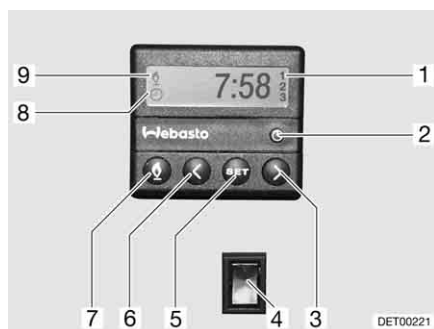

Fig. 92 Centralina di controllo per riscaldamento fisso
- Premere il tasto (Fig. 92,7). Il funzionamento del riscaldamento viene indicato con il simbolo (Fig. 92,9). La ventola viene inserita solo quando la temperatura dell'acqua di raffreddamento è pari a 30 °C.
- Premere il tasto (Fig. 92,7). Il simbolo (Fig. 92,9) si spegne.
- Premere l'interruttore (Fig. 92,4) in basso. Il motore viene preriscaldato. La ventola viene inserita immediatamente.
- Premere l'interruttore (Fig. 92,4) in alto. Il motore rimane freddo.
- Premere il tasto (Fig. 92,2). L'impostazione dell'ora viene indicata con il simbolo (Fig. 92,8).
- Impostare l'ora con i tasti (Fig. 92,3 e 6).
- Premere il tasto (Fig. 92,5).
- Impostare l'orario di accensione con i tasti (Fig. 92,3 e 6) entro 10 secondi.
- Premere il tasto (Fig. 92,5) fino a che nel display (Fig. 92,1) non appare il numero di programmazione desiderato.